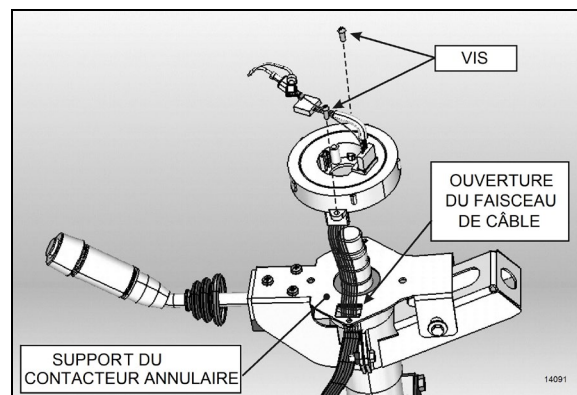

FIGURE 14 : POSE DU CONTACTEUR ANNULAIRE
2. Enlever les 2 vis de montage du contacteur annulaire. Enlever le contacteur. Vous devez débrancher le connecteur de faisceau de câbles de contacteur annulaire placé dans le bas, le long de la colonne de direction (Figure 14). Au besoin, enlever les capots de colonne de direction.
3. Acheminer le faisceau de câbles du nouveau contacteur annulaire à travers l'ouverture du support (Figure 14). Brancher le connecteur à la base de la colonne de direction et fixer le faisceau de câbles le long de la colonne de direction.